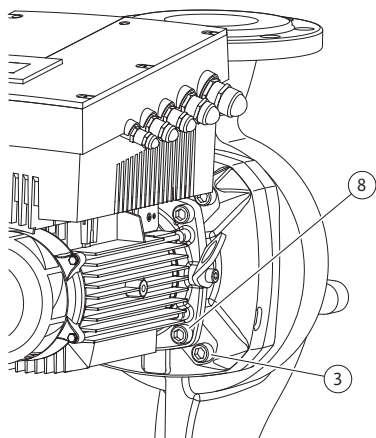

Fig. 52: A behelyezheté készlet opcionális rögzítése
11. Lazítsa meg és távolítsa el a csavarokat (Fig. 7, 3. poz.). Szivattyútípustól függően a külső csavarokat (Fig. 52, 3. poz.) kell eltávolítani. A behelyezheté készlet (lásd: Fig. 13) a csavarok eltávolítását követően is biztonságosan a szivattyúháza marad, a motortengely vízszintes állapota esetén sem áll fenn dőlésveszély.
22. Tolja a közdarabot óvatosan a tengely fölé, és a motorkarimához viszonyítva helyezze el a régi helyzetben vagy egy másik sarkos helyzetben. Eközben vegye figyelembe az alkatrészek megengedett beépítési helyzetét (lásd a következő fejezetet: 7.1 „Megengedett beépítési helyzet és az alkatrészek elrendezésének módosítása a telepítés előtt” a(z) 20. oldalon). Rögzítse a közdarabot a motorkarimán a (Fig. 7, 10. poz.) szerinti csavarokkal **vagy** a (Fig. 52) szerinti szivattyútípusok/ közdarabtípusok esetében – a (Fig. 52, 8. poz.) szerinti csavarokkal.